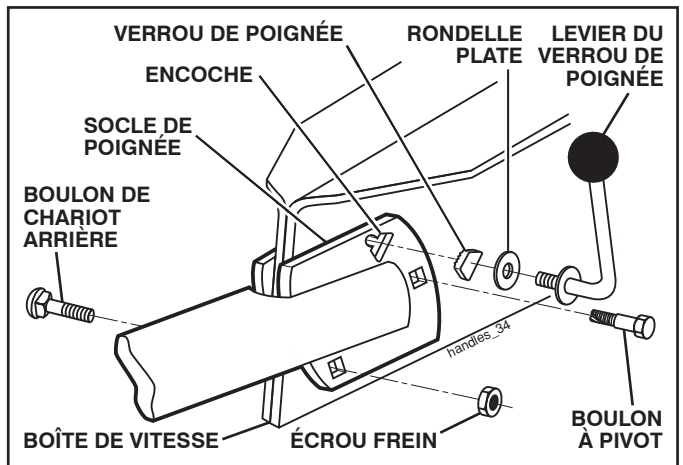

Fig. 5
- Pivotez vers en bas l'ensemble de la poignée. Insérez premièrement le boulon de chariot arrière, avec la tête du boulon sur le côté gauche de la motobineuse et montez lâchement l'écrou frein (Voir la fig. 5).